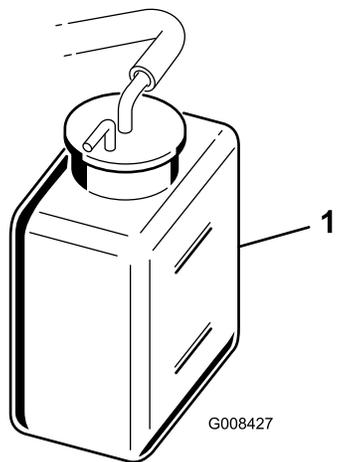

Рисунок 41
2. Проверьте уровень охлаждающей жидкости (Рисунок 40 и Рисунок 41).